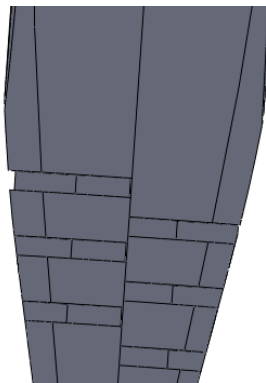

图 15-61 创建线性阵列特征
(15) 隐藏基准面和点对象，单击【线性阵列】按钮，弹出【线性阵列】属性管理器，选择所有旋转切除特征，选取尺寸 16 为方向 1 的参考线，设置【间距】为 5、【实例数】为 3，单击【确定】按钮，即可创建线性阵列特征，效果如图 15-61 所示。